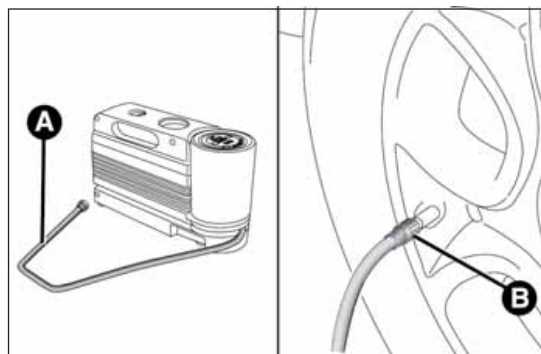

Abb. 166
- Die Handbremse anziehen. Die Ventilkappe abschrauben, den Füllschlauch A Abb. 166 herausziehen und den Ring B auf das Reifenventil schrauben;